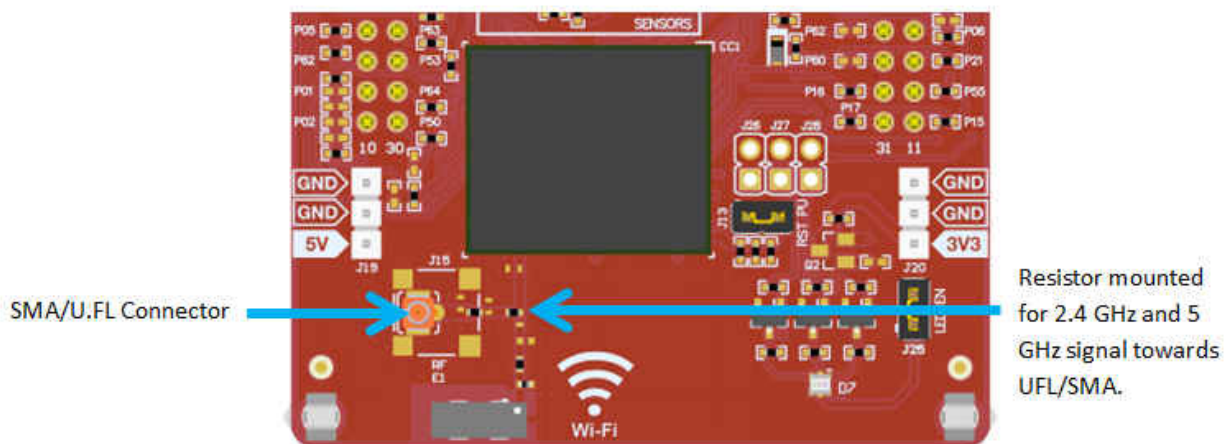

图 4-5. 针对外部天线连接修改的电路板 (2.4GHz 或 5GHz 测量)
U.FL 连接器 J17 提供了一种使用兼容电缆在实验室中进行测试的方法。或者，提供了板载 SMA 连接器 J15 触控板来替代 J17 U.FL 连接器，以测试传导测量值。必须进行相应的修改才能够使用这些连接器，其中涉及交换电阻器的位置。图 4-5 显示了修改后的电路板。